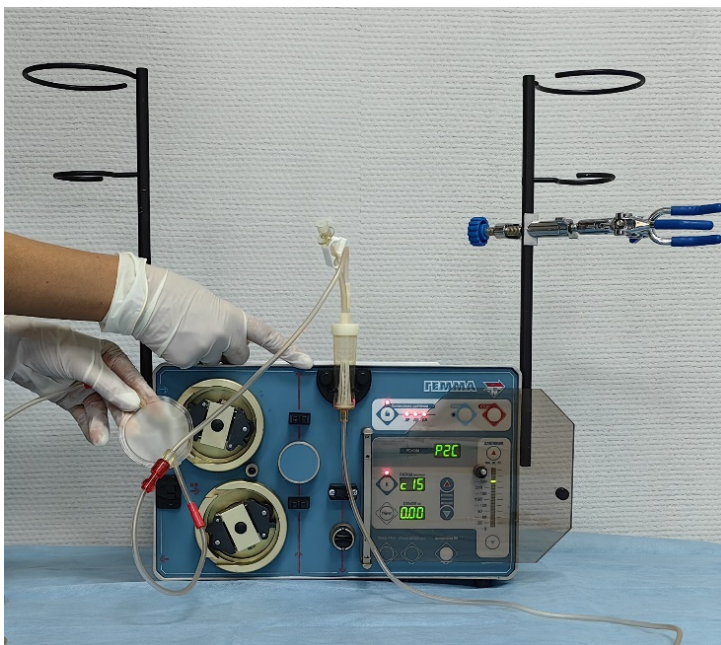

Рисунок 2.1.
- 2.1. Установите воздушную ловушку линии возврата в датчик уровня (рис. 2.1.). Обратите внимание, воздушная ловушка устанавливается таким образом, чтобы её нижняя часть не касалась стеклянной дверцы аппарата.